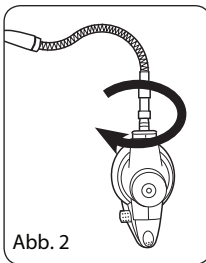

Abb. 2
1. Setzen Sie den Dampfschlauch auf die Dampfdüse auf (Abb. 2). Arretieren Sie den Dampfschlauch durch Drehen im Uhrzeigersinn, bis er in der richtigen Position einrastet.